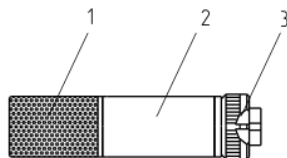
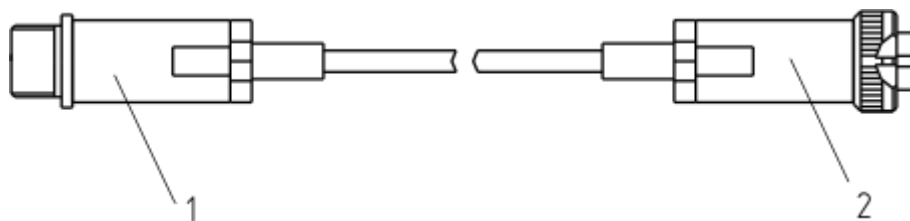

Рисунок 3.3 Измерительный преобразователь
Рисунок 3.4 Кабель-удлинитель для измерительного преобразователя, изображенного на рис. 3.9 а
Измерительный преобразователь выпускается в металлическом корпусе, в котором находится печатная плата. Чувствительные элементы влажности и температуры располагаются внутри колпачка, изготавливаемого из пористого никеля, стали, алюминия или фторопласта в зависимости от исполнения преобразователя, рисунок 3.3.
Преобразователь, изображенный на рисунке 3.3, можно подключить к измерительному блоку с помощью кабеля-удлинителя (см. рис. 3.4).
- 4.5 Соединить измерительный блок и измерительный преобразователь, при необходимости, воспользовавшись кабелем-удлинителем (см. рисунок 3.3) или соединительным кабелем (см. рисунок 3.4) в зависимости от исполнения преобразователя. В случае если анализируемая среда предполагает содержание механической пыли, паров масла принять меры по их устранению.